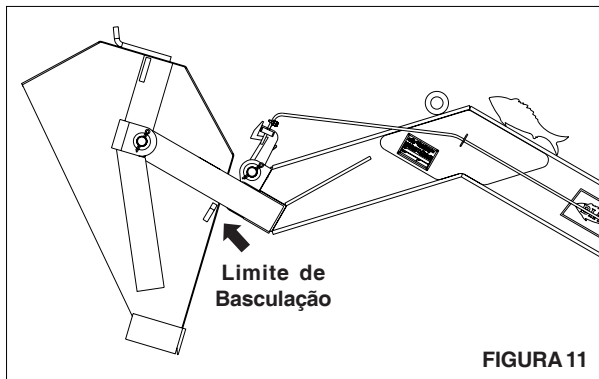

FIGURAS 10
2 - Puxe a alavanca (1) acionando o sistema de desarme da caçamba (2), conforme mostra os detalhes “E” e “F”, FIGURAS 10.